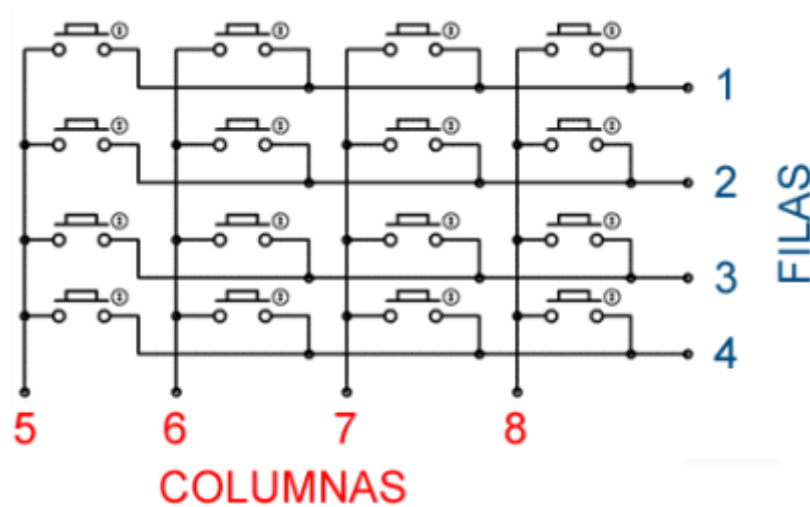

Figura 2.
6. La visualización de los valores que se ingresen y el resultado de la operación se presentarán en un “Display de 7 segmentos” de 4 dígitos como el que se muestra en la Figura 2.